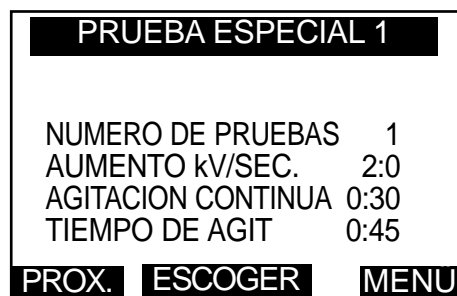

Figura 83. Pantalla de visualización de la prueba ESPECIAL.
1. Seleccione ESPECIAL en el menú principal. La pantalla será parecida a la figura 83.